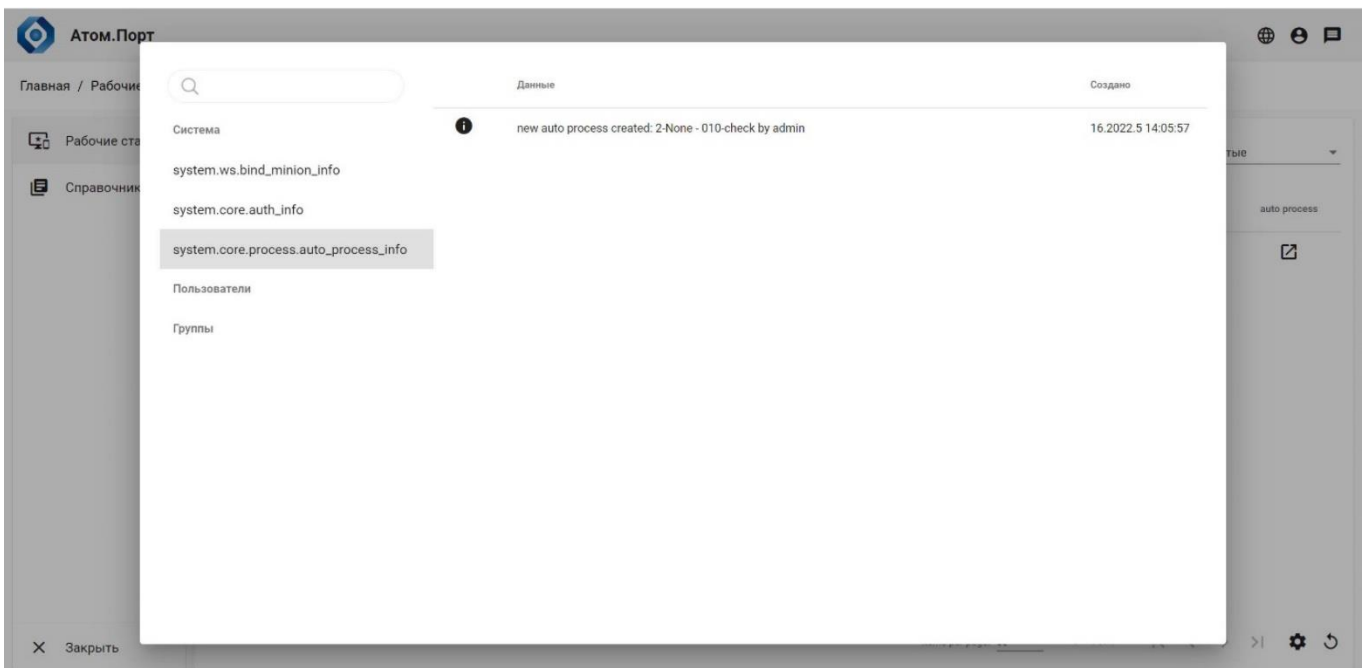

Рисунок 42 – Список сообщений Системы
2. В открывшемся журнале сообщений о событиях Системы выбрать нужный источник сообщений и просмотреть имеющиеся сообщения (столбец «Данные») (Рисунок 42, поз. 1).